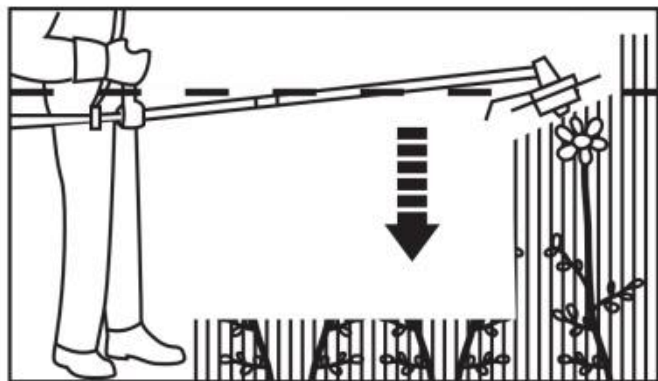

Fig. 43
4. Ne tenez jamais la tête de coupe plus haut que votre hanche (Fig. 43) ; plus vous tenez la tête de coupe haut, plus vous augmentez le risque de projection d'objets.